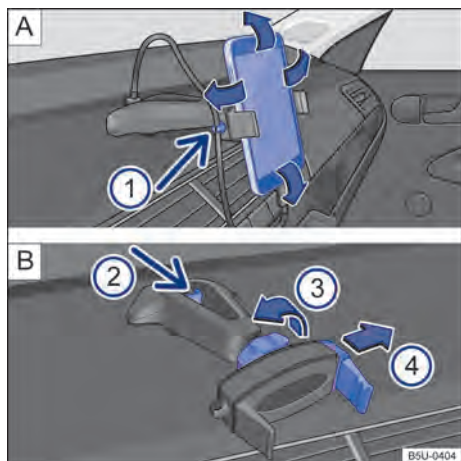

Fig. 212 En la consola central: soporte para smartphone y ajustes.
- Sujetar el soporte con una mano y presionar la tecla de desbloqueo → fig. 212 B ② (flecha).
- Con la varilla → fig. 212 B ④ mover en la dirección de la flecha e instalar el smartphone en el alojamiento.
- Con la otra mano mover la varilla → fig. 212 B ④ hasta que se pueda retirar el aparato del alojamiento.
- Colocar el cable USB en la entrada del cargador USB del soporte existente en el panel de instrumentos → fig. 212 A ①.
- Sujetar el cable en el soporte → fig. 212 A ①.
- Para liberar el movimiento del soporte, girar la traba → fig. 212 B ③ en la dirección opuesta de la flecha.
- Para fijar la posición, girar la traba en el sentido de la flecha ③ → fig. 212 B hasta la fijación completa del soporte.
ℹ El soporte para smartphone tiene una garantía de 3 años, con excepción de la varilla deslizante (garra) → fig. 212 **B** ④ que tiene garantía de 1 año.